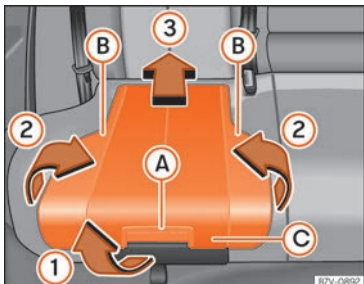

Abb. 32 Integrierter Kindersitz: Sitzpolster anheben.
- Sitzpolster am Entriegelungshebel »» **Abb. 32 A** in Pfeilrichtung »» **Abb. 32 ①** nach vorn ziehen.
- Beide Seiten »» **Abb. 32 B** in Pfeilrichtung »» **Abb. 32 ②** nach oben klappen.
- Sitzpolster »» **Abb. 32 C** in Pfeilrichtung »» **Abb. 32 ③** nach hinten drücken, bis es einrastet.